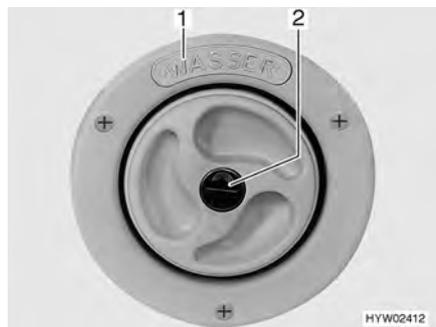
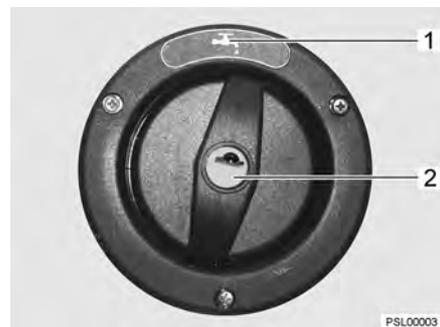

Fig. 201 Couvercle de fermeture pour bec de remplissage d'eau potable
Fig. 202 Couvercle de fermeture pour bec de remplissage d'eau potable (alternative)
Le bec de remplissage d'eau potable porte l'inscription "WASSER" (eau) (Fig. 201,1) ou le symbole "☕" (Fig. 202,1). Le couvercle de fermeture est ouvert et verrouillé à l'aide de la clé pour les serrures extérieures.
- Insérer la clé dans le barillet (Fig. 201,2 ou Fig. 202,2) et la tourner d'un quart de tour dans le sens inverse des aiguilles d'une montre.